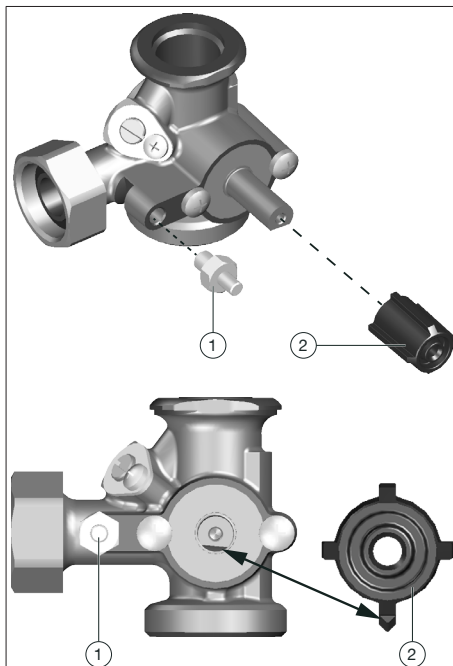

Рис. 3: Установка
1. Проверьте положение вентильной вставки смесителя. Ее плоская сторона должна указывать вниз и быть выровнена по горизонтали (см. рис.Рис. 3 на стр. 45). В этом положении вставка перекрывает подающую линию.
2. Прилагаемый к сервомотору адаптер (поз. 2, рис.Рис. 1 на стр. 43) надеть на вентильную вставку смесителя. Убедитесь, что заострение ребра адаптера направлено вниз (см. рисРис. 3 на стр. 45).
3. Стопор вращения (поз. 1, рисРис. 1 на стр. 43) закрутить на корпусе смесителя (см. рисРис. 3 на стр. 45).